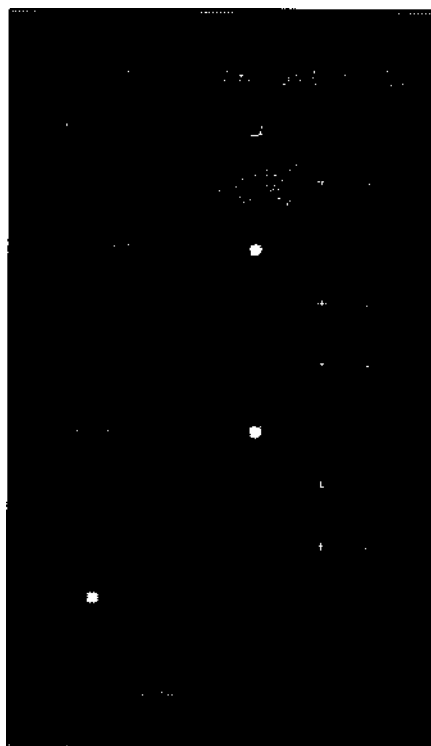

Рис. 64. Диалоговое окно задания параметров сцинтиграммы.
- При нажатии клавиши "Add" (Добавить), открывается диалоговое окно (Рис. 64), в котором можно добавить сцинтиграмму. Диалоговое окно позволяет задать тип, продолжительность и количество изображений сцинтиграммы (последнее недоступно для ручного сцинтиграфирования), а также дать название сцинтиграмме. При открытии диалогового окна, его поля заполняются данными текущей сцинтиграммы.